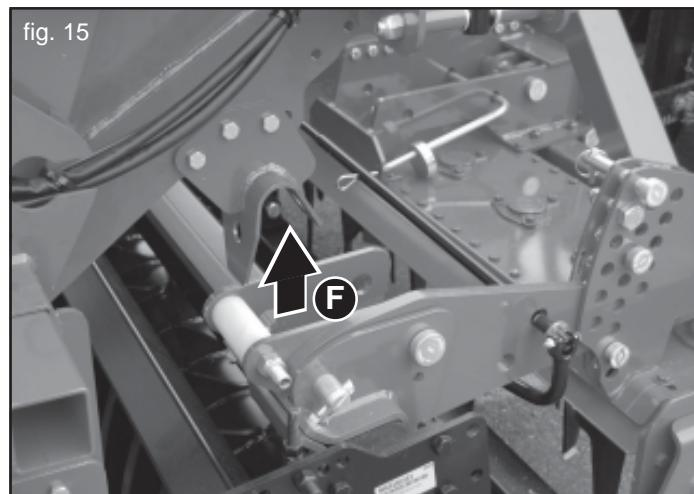
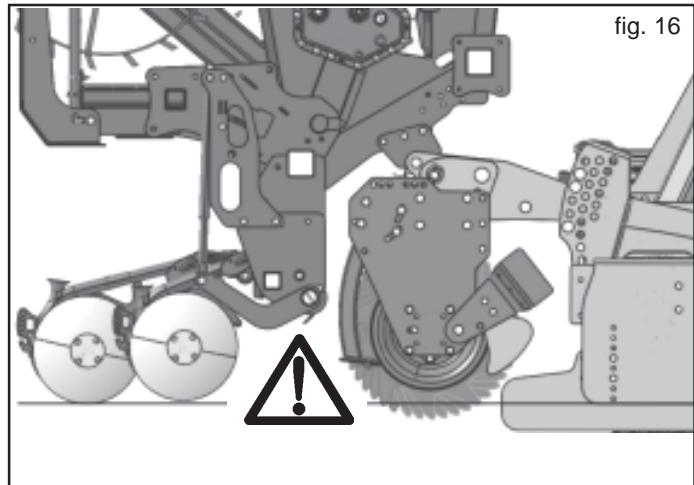

fig. 15
fig. 16
- 3) Sich mit dem Traktor an die Sämaschine nähern und, durch der Kraftheber, die Ausrüstung in die empfänglichen Punkte (F, Abb. 15)anklinken. **Kontrollieren, ob gibt es keinen Interferenz zwischen die Mechanischenorgane der zwei Maschinen. Im besonderen kontrollieren die Zone zwischen die hintere Ackerwalze und die Arme den Drillsharen (Abb. 16).**